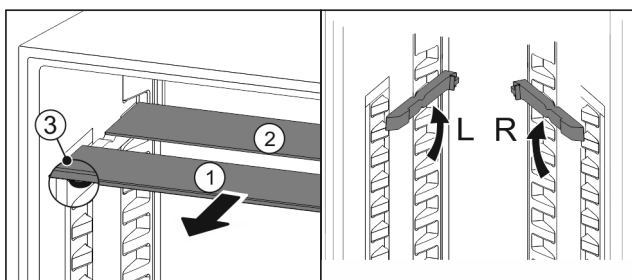

Fig. 60
- Посуньте Fig. 60 (1) скляну панель вперед.
- ▷ Скляна панель Fig. 60 (1) з декоративною планкою лежить спереду.
- ▷ Стопори Fig. 60 (3) показують вниз.